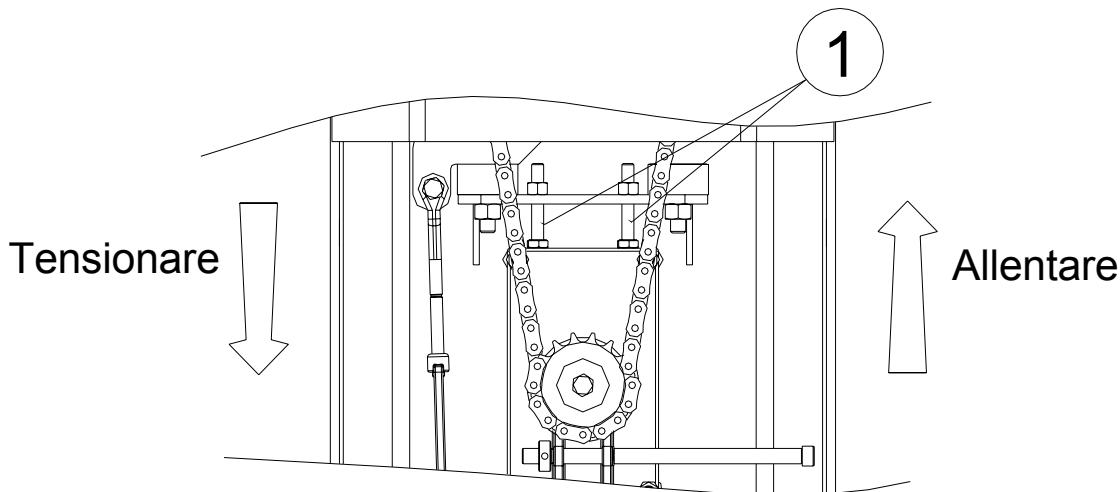

Fig. 12
Il tensionamento della catena è regolato direttamente in fabbrica, tuttavia se notate che la catena è allentata, registrarla agendo sulle viti (1) come mostrato di seguito (Fig. 12).